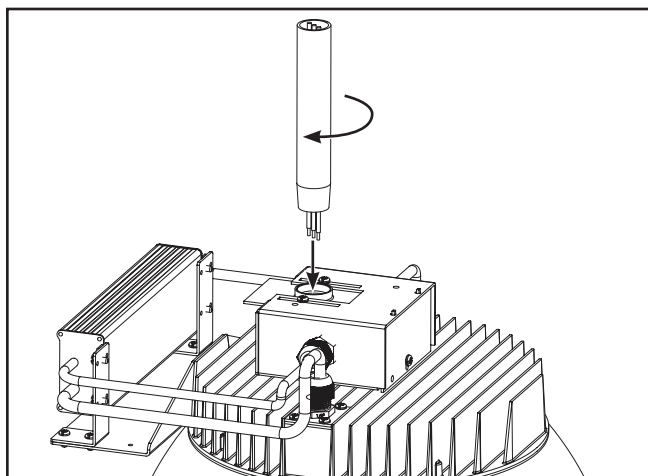

Figura 7.
3. Introduzca los cables de alimentación entrantes en la caja de conexiones a través del orificio roscado en la placa de montaje ajustable y enrosque completamente el vástago colgante en el orificio roscado de la placa de montaje ajustable. (Figura 7)